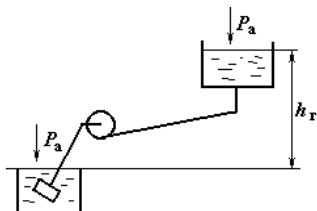

Рис. 19
**Задача 6.** Центробежный насос перекачивает воду по трубопроводу (рис. 19) длиной  $l = 900$  м,  $d = 120$  мм, коэффициент гидравлического трения  $\lambda = 0,05$ ,  $\Sigma \xi = 14$  – суммарный коэффициент местных сопротивлений. Перепад между уровнями жидкости в напорном и расходном резервуарах  $h_r$ . Марка насоса и высота  $h_r$ , а также ее знак определяются в соответствии с